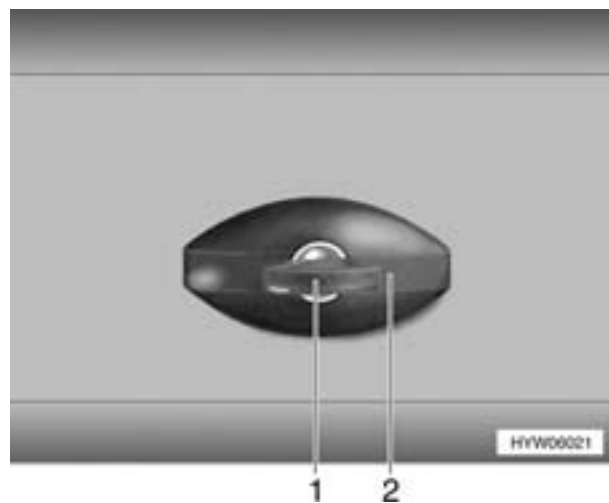

Bild 30 Klappenschloss (Variante 2)
- ▷ Bei Regen kann Wasser in das geöffnete Klappenschloss eindringen. Deshalb den Schlossgriff (Bild 30,2) wie auf Bild 30 abgebildet schließen.
- Schlüssel in Schließzylinder (Bild 30,1) stecken und eine viertel Umdrehung entgegen dem Uhrzeigersinn drehen. Schlossgriff (Bild 30,2) schnappt heraus.